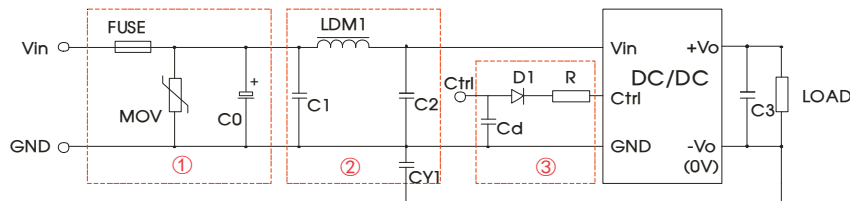

图 3
辐射骚扰	CISPR32/EN55032 CLASS B (推荐电路见图 3-②)
脉冲群抗扰度	IEC/EN61000-4-4 ±2KV (推荐电路见图 3-①) perf. Criteria B
浪涌抗扰度	IEC/EN61000-4-5 line to line ±2KV (推荐电路见图 3-①) perf. Criteria B
- ①图 3 中第①部分用于 EMS 测试；第②部分用于 EMI 滤波，可依据需求选择；
- ② $V_C$  为 Ctrl 端相对于输入地 GND 的电压， $V_D$  为 D1 的正向导通压降， $I_C$  为流入 Ctrl 端的电流，一般取 5-10mA，Ctrl 端外围电路如图 3-③；
- ③若图中元器件无附其参数说明，则此型号外围中不需要这个元器件。